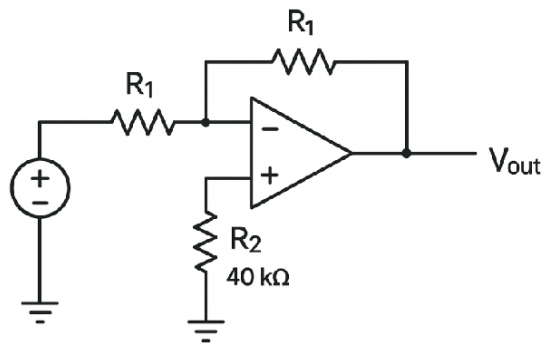

Рисунок 1 Схеми узгодження сигналу для LM35 (Неінвертуючий підсилювач, $K=5$)
- Сконструйте схему неінвертуючого підсилювача на ОП з коефіцієнтом $K=5$. (рис. 1)